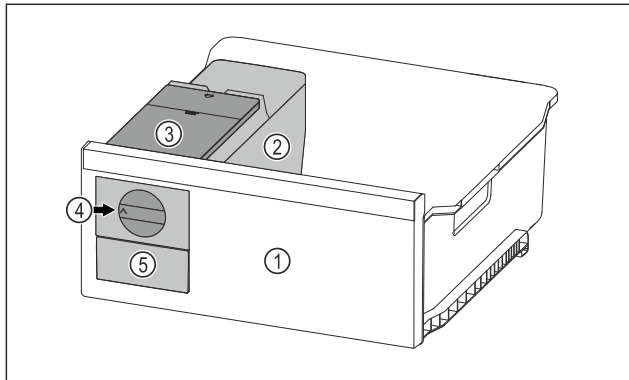

Fig. 74 Immagine a titolo di esempio
- ▶ Ruotare la manopola Fig. 74 (4) verso destra finché non si arresta.
- ▷ I cubetti di ghiaccio cadono dalla ciotola dei cubetti di ghiaccio nel cassetto dei cubetti di ghiaccio Fig. 74 (5). Se non tutti i cubetti di ghiaccio fuoriescono dalla ciotola dei cubetti di ghiaccio: